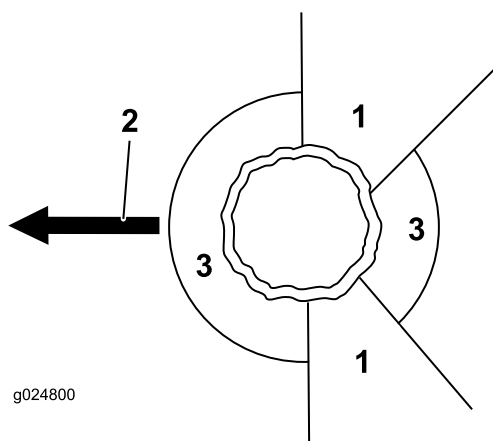

Figure 17
- Prévoyez une voie de repli dégagée et sûre à partir de la zone dangereuse; voir Figure 17.